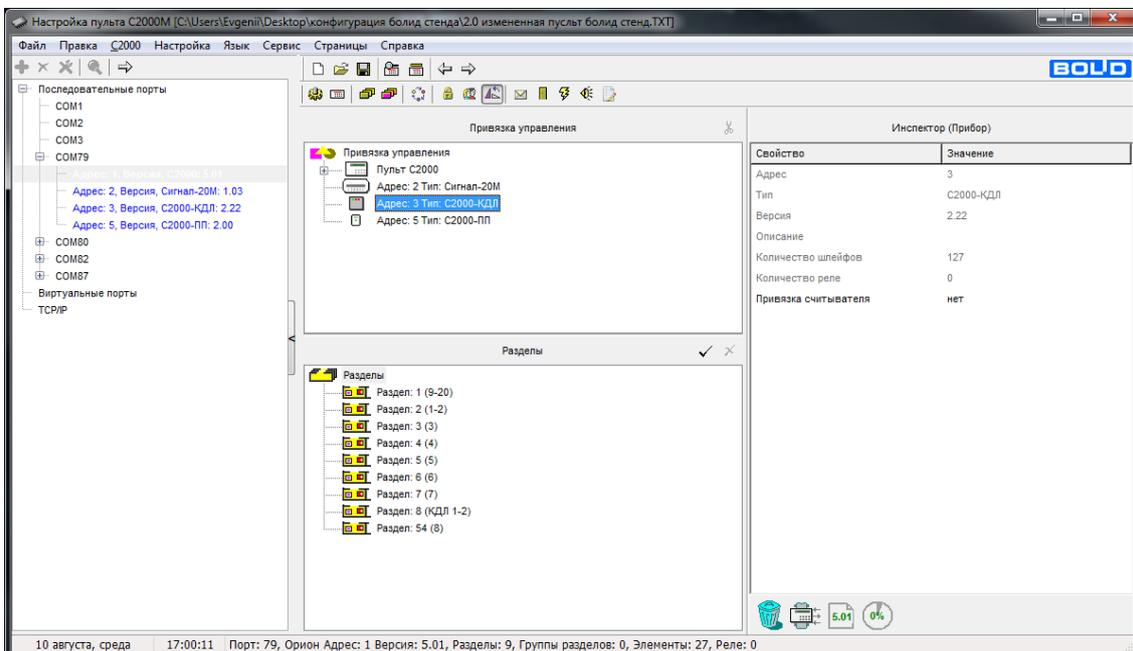

Рисунок 10.
4.5. Если у вас управление будет только с помощью кодов, вводимых с C2000-M то этот пункт пропускаем, но если у вас будет управление с какого либо устройства, в нашем примере это ТМ считыватель, подключенный к C2000-КДЛ, то его необходимо добавить. Рисунок 10.